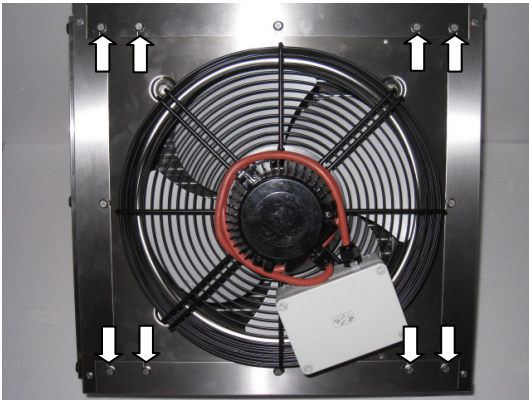

Bild 1
1. Lossa de åtta skruvarna som markerats med pilar enl. bild 1.